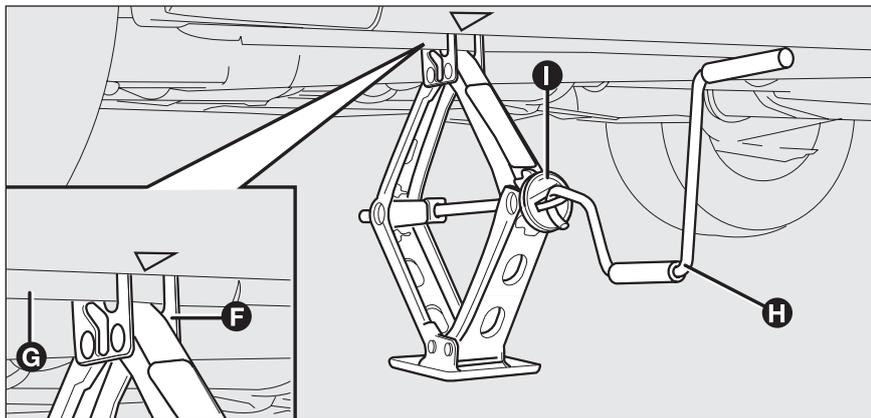

fig. 5
- ❑ assicurarsi che la scanalatura **F**-fig. 5 del cric sia ben calzata sull'aletta **G** del longherone;